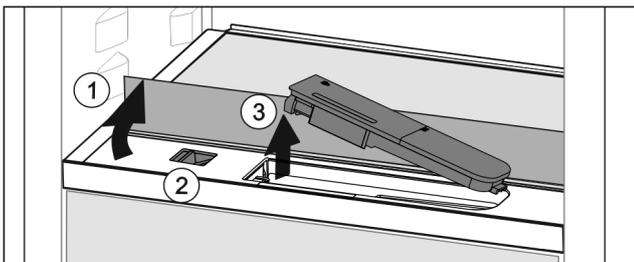

Fig. 78
- ▶ Glasplatte anheben und bis zum Anschlag nach hinten klappen Fig. 78 (1).
- ▶ Schieber Fig. 78 (2) nach links schieben.
- ▶ Wassertank entnehmen Fig. 78 (3).